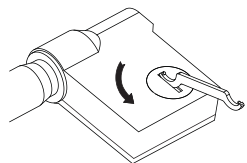

Fig.1
- Rimuovere il coperchio della batteria ruotandolo in senso antiorario con una chiave (Fig. 1).